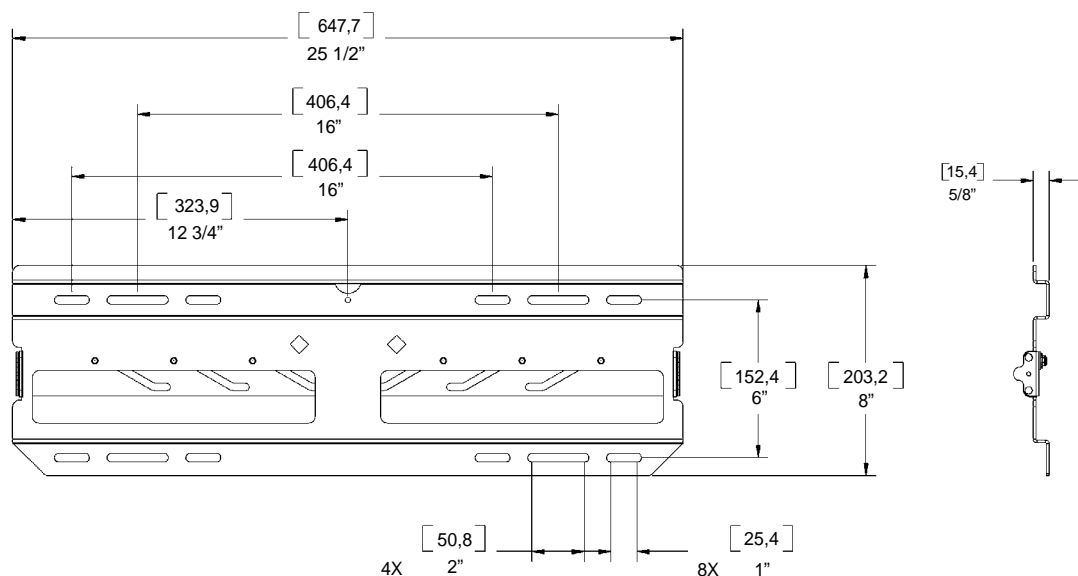

Figure 3. Installation des boulons tire-fond
1. Déterminez un emplacement convenable pour l'installation et soulevez la plaque murale (10) (voir « LISTE DES PIÈCES » page 3 et la Figure 3).
3. Soulevez la plaque murale (10) et percez les trous pilotes pour ancrer la plaque murale. Pour percer dans des poteaux en bois, utilisez des mèches de 6 mm (15/64 po).
4. En vous servant des boulons tire-fond de 8 mm (5/16 po) (80) et des rondelles de 8 mm (5/16 po) (90), installez la plaque murale sur le mur.